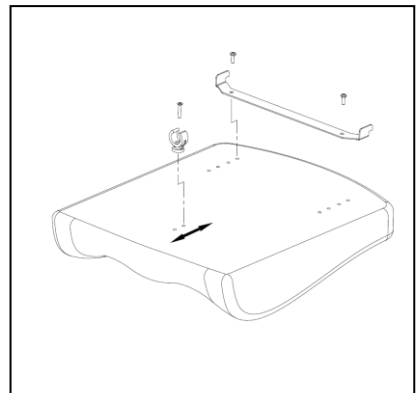

Abb. 4.2
Sitztiefe mittels Sitzkissen einstellen (Abb. 4.2)
2. Bringen Sie die Klemmen an der richtigen Stelle (Abb. 4.2) an. Es gibt zwei mögliche Positionen.